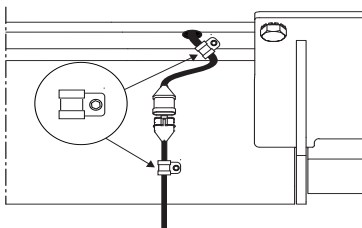
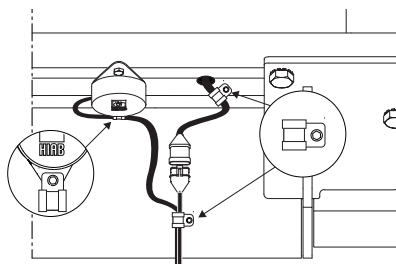

Bild 51. Anslutning av kablage på brygga med enbart fotmanöverdon
Bild 52. Anslutning av kablage på brygga med varningsbelysning, alt. varningsbelysning och fotmanöverdon
1. Anslut medföljande kabel till fotmanöverdonets/varningsbelysningens kabel på bryggan. För brygga med enbart fotmanöverdon, se Bild 51. För brygga med varningsbelysning alternativt med varningsbelysning och fotmanöverdon, se Bild 52.
2. Fäst kabeln med kabelklamren på bryggan. På lastbrygga med varningsbelysning, fäst även vinkelgivarens kablage med samma kabelklammer, se Bild 52.